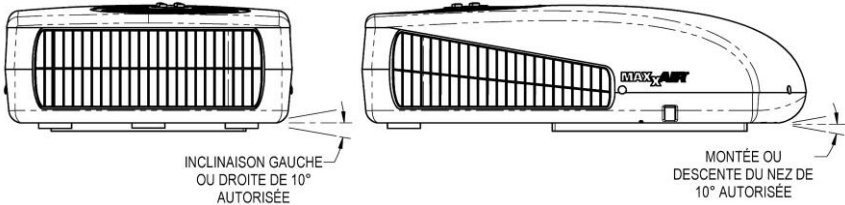

FIGURE 2
- C. La pompe à chaleur doit être installée à niveau de l'avant à l'arrière et de gauche à droite lorsque le véhicule est stationné sur un terrain horizontal. La figure 2 montre les degrés d'écart maximum admissibles.